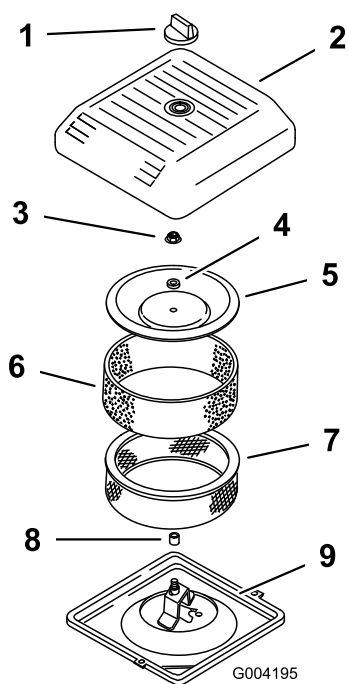

Figura 39
3. Desenrosque el pomo y retire la tapa del limpiador de aire (Figura 39).
4. Separe cuidadosamente el filtro de espuma del filtro de papel (Figura 39).
5. Desenrosque la tuerca de la tapa y retire la tapa, el espaciador y el filtro de papel (Figura 39).
2. Coloque el conjunto del limpiador de aire sobre su base (Figura 39).
3. Instale la tapa y el espaciador y fíjelos con la tuerca de la tapa (Figura 39). Apriete la tuerca a 11 N·m (95 pulgadas-libra).
4. Instale la tapa del limpiador de aire y fíjela con el pomo (Figura 39).